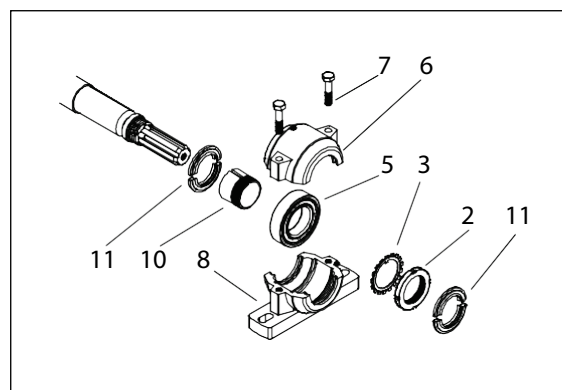

Bild 7b. Lager på kardanaxelns sida
Lagren på kardanaxelns sida och matartrattens sida är olika. Lagret på kardanaxelns sida, bild 7b. har inte passringar (4 och 9) och ändplatta (1). Lagret på kardanaxelns sida har dammskydd på båda sidor. (11).